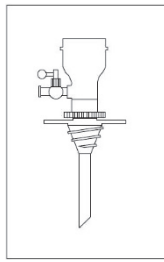
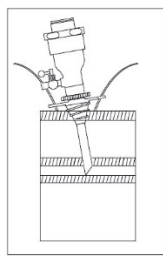

図1
図2
- (1) 挿入目的部位に本品を挿入するための皮膚切開を行い、その後、腹膜まで切開を進め、小開腹を行う。
- (2) 小開腹口からの気腹漏れを防ぎ、カニューーラを固定するため、それぞれのサイズに適したオープンアダプターをカニューーラに装着する(図1参照)。
- (3) カニューーラに適切なサイズのバルブおよびリデューサー(以下、バルブ)を装着する。その際、サイズ10-10/12mmのバルブ、バルブリデューサーについては時計回りに「カチッ」と音がするまで回転させ、固定されたことを確認する。
- (4) バルブを装着したカニューーラに適切なサイズのオープンスパイクを垂直に挿入する。
- (5) カニューーラに挿入したオープンスパイクの頭部を手のひらで包み込むようにして固定し、下方向に継続して力をかけ、小開腹口より穿刺を行う。
- (6) 腹腔の適切な位置に穿刺後、速やかにオープンスパイクを抜去し、バルブを装着したカニューーラが安定するよう適切な深さまで挿入し、内視鏡下手術を行っていく。また、必要に応じてオープンアダプターとカニューーラの位置を調整し、縫合糸を用いてオープンアダプターと皮膚を固定する(図2参照)。